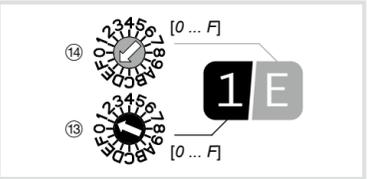

Bild 5: Beispieladresse „1/E“
Über die beiden Adressier-Drehschalter ⑬, ⑭ lässt sich die Innenstation schnell und einfach adressieren. Die einzustellende Adresse ist 2-stellig, bestehend aus Gruppenadresse und Teilnehmeradresse. Sie muss mit der Adresse des zugehörigen Ruftasters an der Türstation identisch sein. Bild 5 zeigt den Aufbau der Adresse exemplarisch: